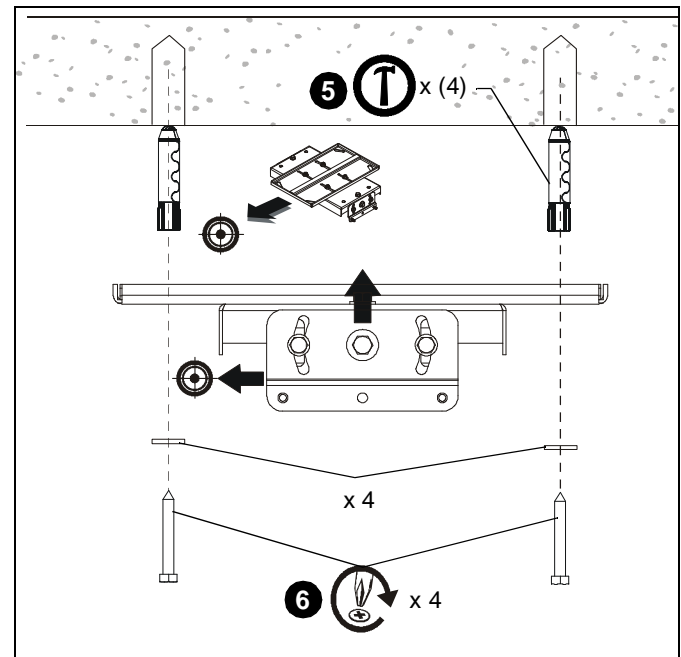

Abb. 6
5. Stecken Sie vier (nicht mitgelieferte) Fischer-UX8- oder Toggler-AF8-Betondübel in die Vorbohrungen und schlagen Sie sie mit dem Hammer ein, bis sie bündig mit der Befestigungsfläche abschließen. (Siehe Abb. 6)
6. Befestigen Sie das LPK1 mit der daran befestigten (nicht mitgelieferten) VCM mithilfe von vier (nicht mitgelieferten) 5/16" x 2-1/2"-Ankerschrauben an der Konstruktion. (Siehe Abb. 6)